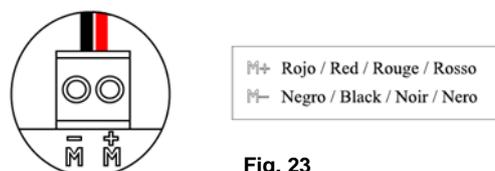

Fig. 23
Para la conexión del emisor IR se dispone de 1 borna de 2 pines ^①. Para ello fije el cable con los tornillos de la borna, **respetando el código de colores asociado a la serigrafía** (Fig. 23).